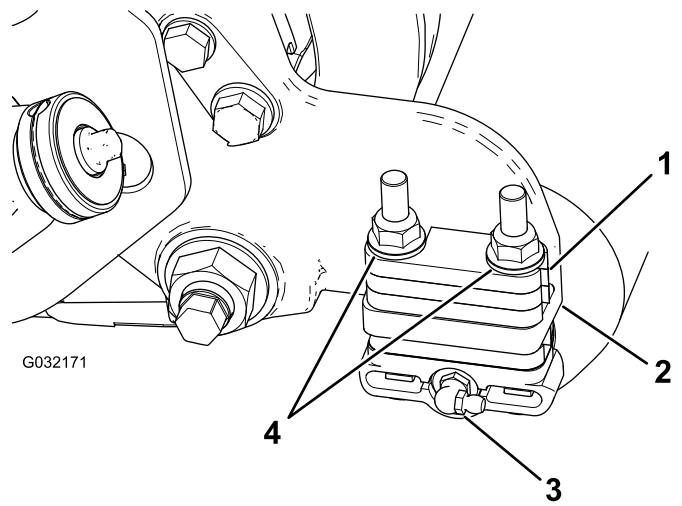

图3
1. 从滚刀组的滚筒刷架一侧拆除滚筒的黄油嘴图3。
1. 拆下将每个滚筒支架固定到每个侧板的 2 个凸缘锁紧螺母以及位于侧板安装法兰顶部的所有 6mm 隔片图3。